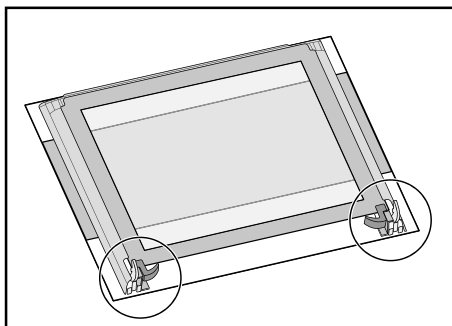

Abb. 10
- 6) legen Sie die Tür auf festem Boden ab (Abb. 10) und schützen Sie die Oberfläche des Griffs mit einem weichen Tuch;